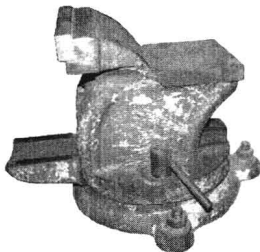

图 1-13 安装固定钳身
(1) 将固定钳身 7 置于转盘座 6 上, 固定钳身上左右两孔应分别对准夹紧盘 5 上的螺孔, 插入两个手柄 4, 顺时针旋转, 固定钳身 7, 如图 1-13 所示。